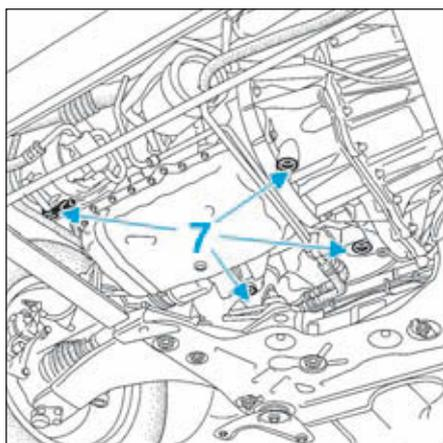

FIG.7
- Mettre en place le soutien moteur (1) en respectant les emplacements (7) (Fig.7).